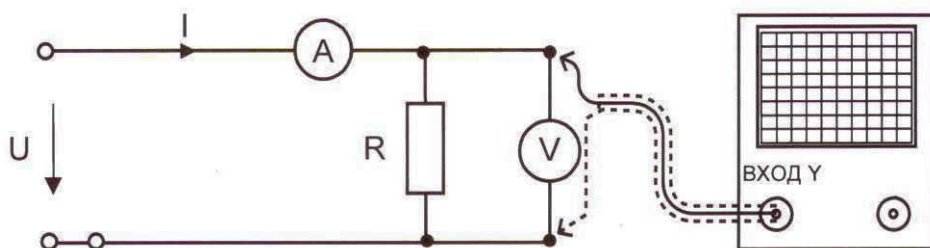
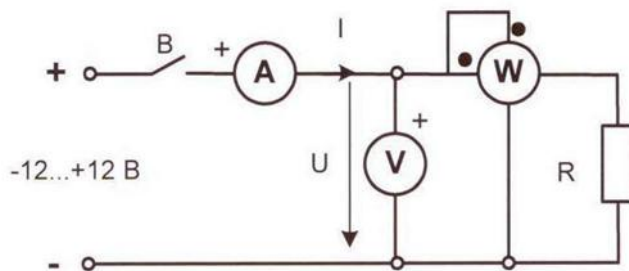
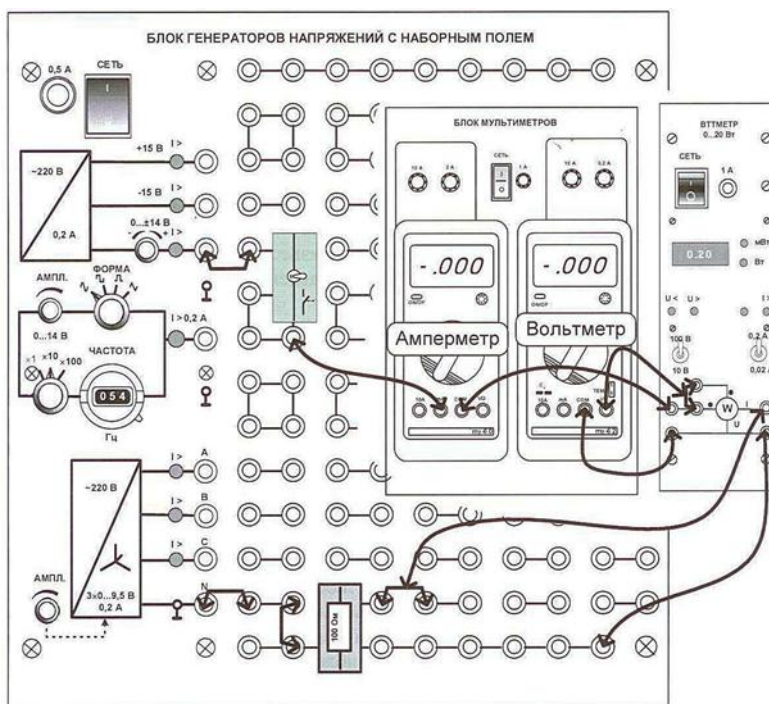

Рисунок 1.1. Принципиальная схема 1
Рисунок 1.2. Принципиальная схема 2
Рисунок 1.3. Монтажная схема
4.1. Проверить экспериментально работоспособность лабораторной установки с помощью амперметра и вольтметра согласно принципиальной схеме рис. 1.1.
5.1. Соберите цепь согласно схеме рис. 1.1, включите в неё резистор с номинальным значением сопротивления $R=100$ Ом и источник нерегулируемого постоянного напряжения $+15$ В. Установите предел измерения вольтметра $U_{\text{в}}=20$ В, предел измерения амперметра $I_{\text{в}}=200$ мА.
5.5. Соберите цепь в соответствии с принципиальной схемой 2 (Рис. 1.2) и монтажной схемой (Рис. 1.3), установив сопротивление $R_{\text{ном}} = 100\text{ Ом}$. Установите пределы измерения вольтметра $U = 20\text{ В}$, амперметра $I = 200\text{ мА}$.
6.1. В отчёте необходимо указать номер работы, тему, цель, привести принципиальную схему электрической цепи (рис.1.1), таблицу 1.1, принципиальную схему электрической цепи (рис. 1.2), таблицу 1.2, необходимые расчёты.